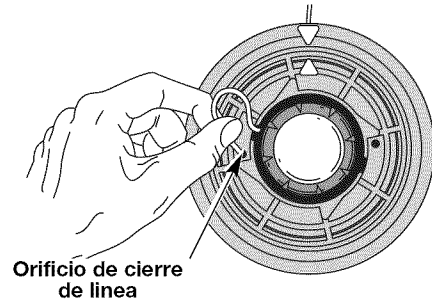

Fig. 13
5. Inserte la línea en el orificio de cierre. No empuje la línea más de 12.7 mm (1/2 pulgada) dentro del orificio de cierre. Cuando la línea está bien insertada, formará un bucle pequeño (Fig. 13).